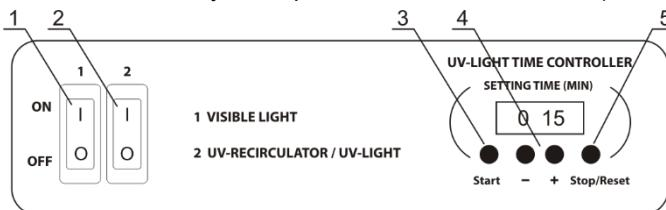

Рисунок 2. Панель управления
- 5.2.1. Переведите в положение ON выключатель **2** (рис. 2/2) на панели управления (рис. 3/1), это приведет в действие УФ рециркулятор в верхней части бокса (рис. 3/2) и активирует таймер открытой УФ лампы. УФ рециркулятор работает пока выключатель **2** не будет переведен в положение OFF (выключено).
- 5.2.2. Установите время экспозиции открытой УФ лампы на электронном таймере прибора (UV-LIGHT TIME CONTROLLER), используя кнопки таймера “+” и “-” (рис. 2/4) для увеличения и уменьшения времени экспозиции с шагом 1 мин. Если кнопку удерживать нажатой дольше 2 секунд, скорость изменения значения увеличивается.
- 5.2.3. Нажмите кнопку **Start** (рис. 2/3). Включатся УФ лампы, таймер начнет отсчет времени экспозиции. Индикатор таймера отображает текущее время: до 1 часа - в минутах и секундах (мм:сс), после 1 часа - в часах и минутах (чч:мм).
- 5.2.4. Можно отключить открытую УФ лампу до истечения установленного времени экспозиции нажатием кнопки **Stop/Reset** (рис. 2/5). При этом в памяти сохраняется установленное время экспозиции. При полном выключении прибора время экспозиции таймера не сохраняется.
5.3.1. Для освещения рабочей поверхности включите люминесцентную лампу дневного света (рис. 3/3), переведите выключатель 1 (рис. 2/1) в положение ON, включено.